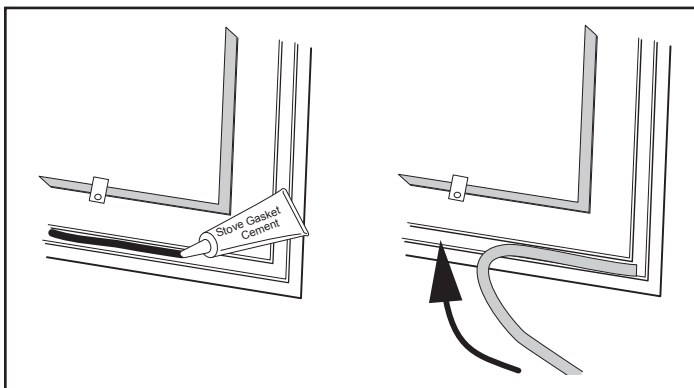

Figure 6.5 – Mettre un cordon de silicone pour joint ou de mastic puis appuyer sur le joint pour le mettre en place.
5. Mettez un cordon continu de silicone de 3 mm (1/8 po) ou du mastic dans la rainure que vous venez de nettoyer, Figure 6.5.
6. En commençant par une extrémité, enfoncez le joint dans la rainure. (Figure 6.5) Veillez à avoir une bonne jonction entre les deux extrémités du joint avant de couper l'excès. Ne chevauchez pas les extrémités du joint et ne laissez pas des extrémités effilochées ou abimées.